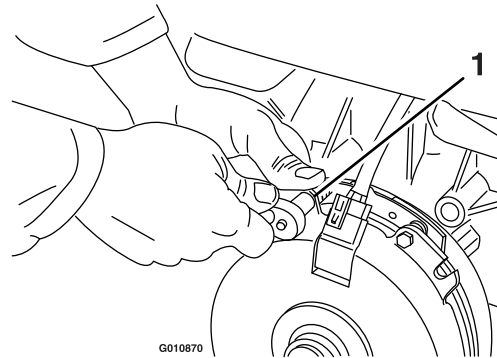

Bild 57
- A. Lösen Sie die beiden Befestigungsschrauben der Bremse um eine halbe bis ganze Umdrehung, wie in Bild 57 abgebildet.